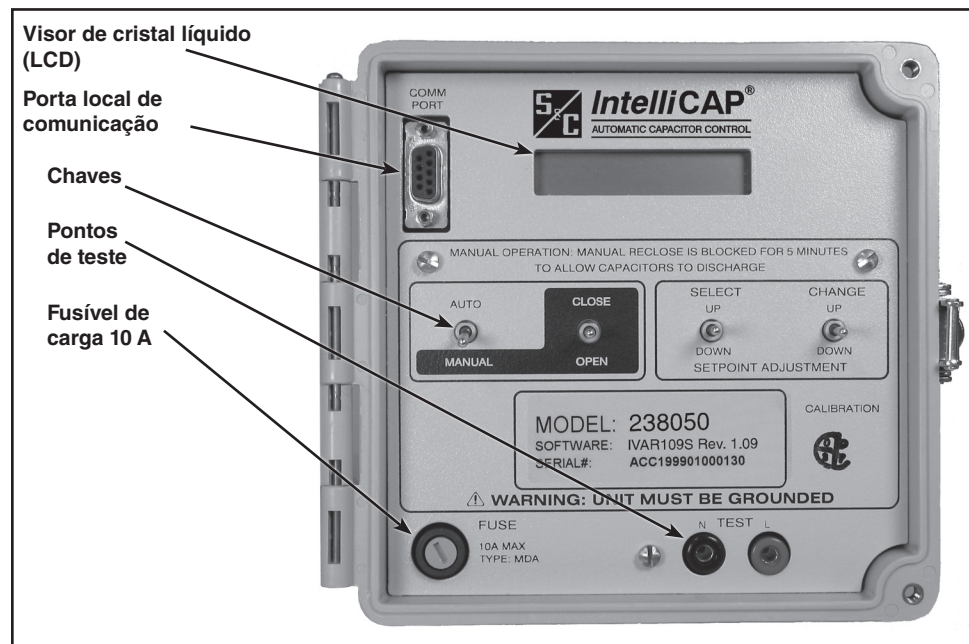

Figura 1. Painel Frontal do Controlador IntelliCap.
Os pontos de teste são acessíveis na parte inferior do painel frontal. Ver Figura 1.
**PASSO 1.** Retire a tampa do porta-fusível do painel frontal e substitua o fusível. Ver Figura 1.